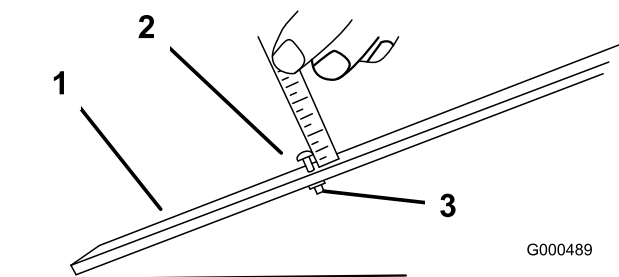

Figura 49
3. Afloje la tuerca de la barra de ajuste (Figura 49) y ajuste el tornillo para la altura de corte deseada. La distancia entre la parte inferior de la cabeza del tornillo y la cara de la barra es la altura de corte.